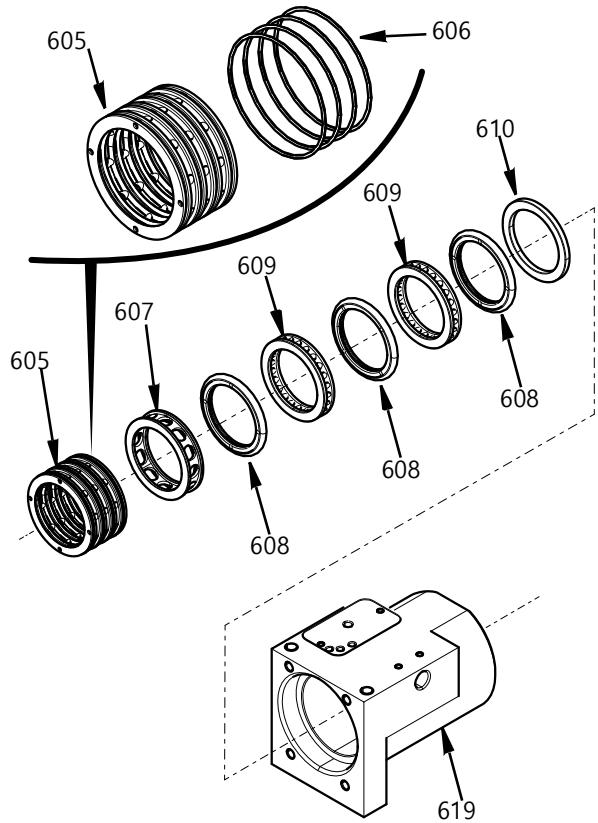

FIG. 22
2. 회전 하우징에 모든 부품을 조심스럽게 수직으로 삽입합니다(FIG. 22). O-링(606)은 회전 하우징 보어에 삽입하기 전에 에어 분배기 링(605)에 조립해야 합니다. 조립하기 전에 모든 씬과 스위블 하우징 보어에 윤활유를 가볍게 바르십시오. FIG. 22.